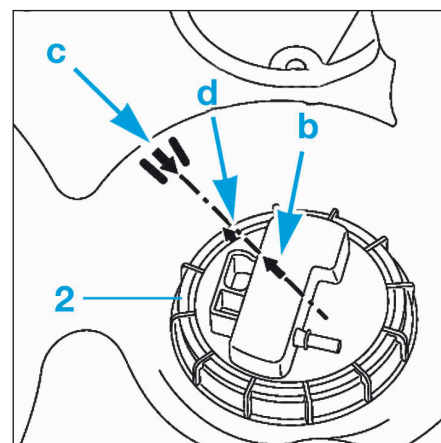

FIG.24
- Positionner le repère (b) de l'ensemble pompe/jauge/filtre en face du repère (c) du réservoir (Fig.24).
- Appuyer sur l'ensemble pompe/jauge/filtre et approcher à la main la bague-écrou (2).
- A l'aide de l'outil [1], serrer la bague-écrou (2) jusqu'à ce que le repère (d) sur la bague-écrou se trouve en face du repère (c) du réservoir.